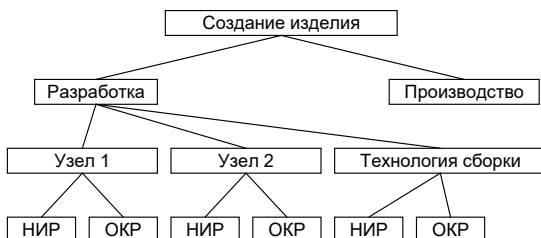

Рисунок 7. Смешанный принцип структурной декомпозиции работ
- по смешанному принципу (рисунок 7).